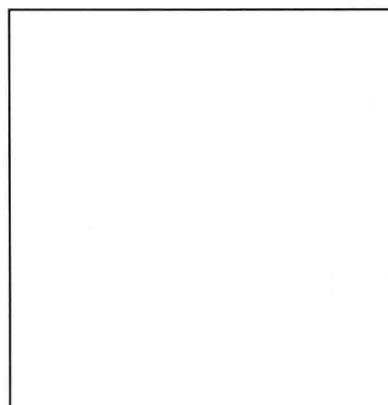

图 1-1 第一缸上止点记号
8. 拆除气缸盖后，转动发动机曲轴，当第一缸活塞运动到上止点位置时，查找曲轴皮带轮或飞轮上的上止点记号，在图 1-1 中画出观察的结果。